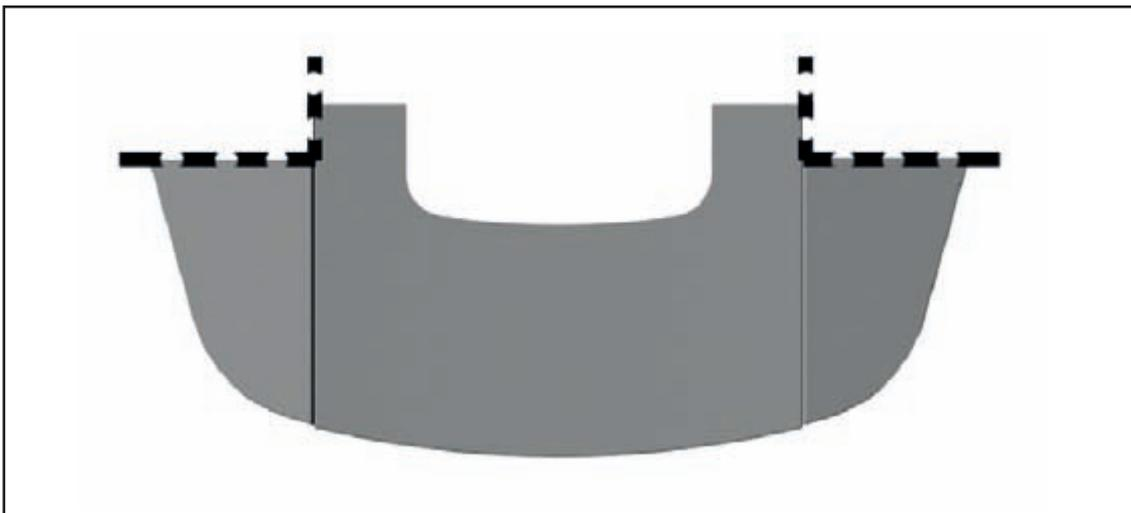

Рис. 2.2.1-1
2. Нанесите герметик как указано стрелками 1-3 на рис. 2.2.1-2 и присоедините пластину. (Моменты затяжки приведены в приложении 10).